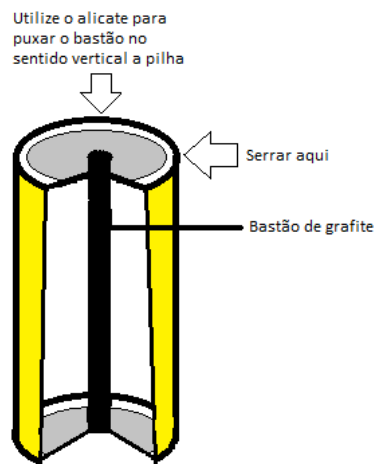

Figura 1 – Retirada do bastão de grafite
**1º passo** – Com o auxílio de uma serrinha de dente e um alicate, vamos abrir a pilha e extrair o bastão de grafite conforme mostra a figura 1.